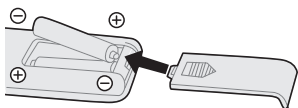

Fig.1
- Sett inn batteriene, og sørg for at batteriene er plassert som vist i fig. 1.